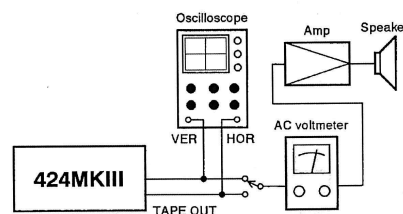

Fig. 2-3
1. Refer to Figure 2-3 and connect the channel 1 TAPE OUT to the vertical input of an oscilloscope, and connect the channel 4 TAPE OUT to the horizontal input of the scope.
1. 図2-3のようにCH1のTAPE OUTをオシロスコプのVER側に、CH4のTAPE OUTをHOR側に接続する。